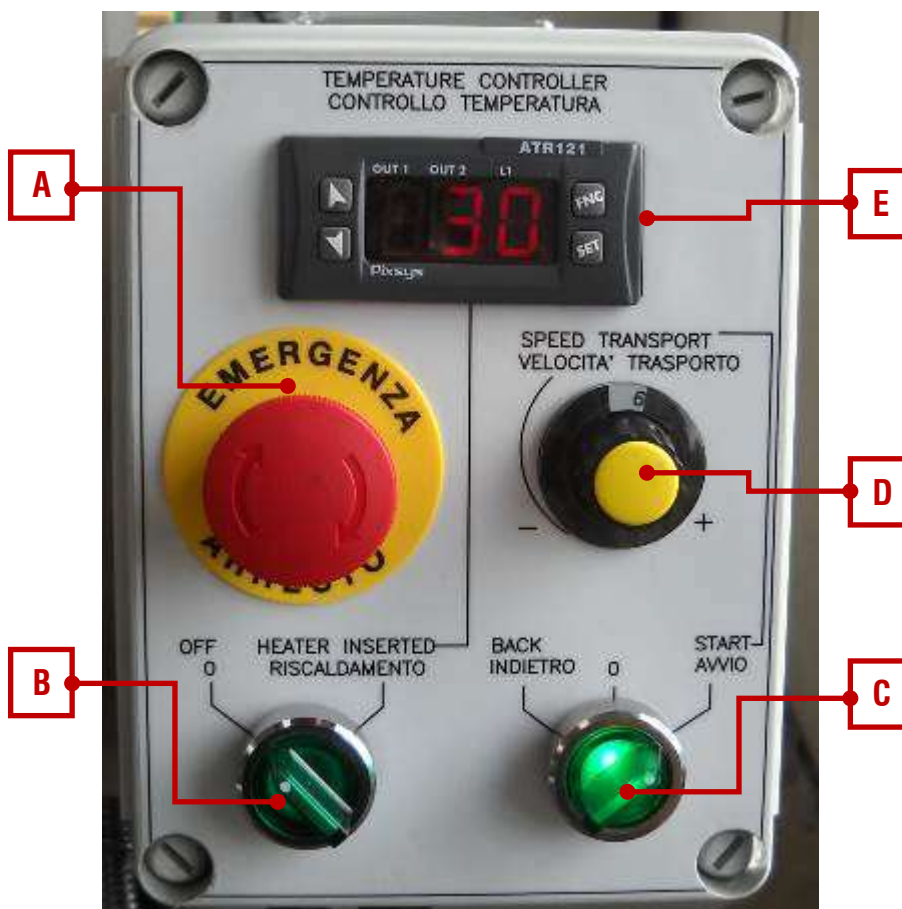

FIG. 1 - Quadro elettrico comandi
La disopercolatrice è fornita di due quadri elettrici, il quadro elettrico generale (fig.2) è posto sul fianco destro della macchina, quello comandi (fig.1) è posto in posizione frontale, comoda per l'operatore.
Assicurarsi che il fungo d'emergenza (fig. 1-A) e quello nel quadro generale (fig. 2-F) non sia inserito, quindi ruotare l'interruttore generale (fig. 2-G) in posizione '1'.
Regolare il termostato (fig. 1-E) come spiegato nel paragrafo '2.1 Istruzioni per l'uso del termoregolatore' del presente manuale.
Accendere il riscaldamento dei coltelli tramite il selettore 'Riscaldamento' (fig. 1-B) e attendere alcuni istanti per permettere ai coltelli di raggiungere la temperatura impostata.
Ruotare il selettore (fig. 1-C) verso destra, in posizione Start per fare avanzare la catena e i coltelli.
Nel caso un telaino si blocchi, ruotare il selettore (fig. 1-C) in posizione centrale per fermare l'avanzamento della catena. È possibile far ruotare la catena in senso contrario, ruotando il selettore (fig. 1-C) verso sinistra, funzione ad impulsi.
**In caso di pericolo premere il tasto d'emergenza (fig. 1-A oppure fig. 2-F).